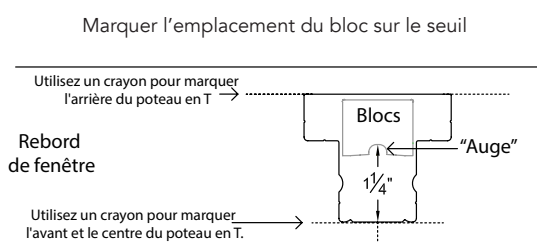

Fig. 8.1
- Fixez deux blocs de poteaux en T empilés sur le seuil de manière à ce que l'arrière de la "cuvette" du bloc soit à 1 1/4" de la marque centrale avant le poteau en T. (Voir Fig. 8.1)